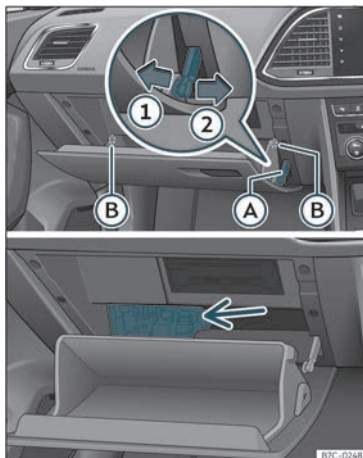

Fig. 46 Portaluvas (volante á dereita): acceso á caixa de fusibles.
- Desmante o freo de apertura >>> **fig. 46 (A)** en dous pasos: primeiro desbloquee o freo puxando deste cara atrás (frecha ①) e despois despráceo lixeiramente cara á dereita (frecha ②). Desmante a guía cando a tapa estea en apertura normal (30°).
- Libere os pivotes laterais (B) e desbloquee a tapa ata a segunda abertura (60°).